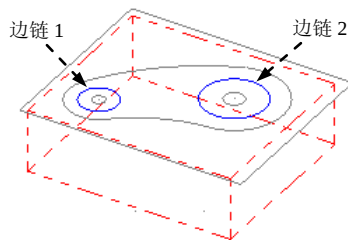

图 4.8.30 定义区域
Step1. 选择下拉菜单  刀路(T)   平面铣(A)... 命令，系统弹出“串连”对话框。
Step2. 设置加工区域。在图形区中依次选择图 4.8.30 所示的两条边链，单击 按钮，完成加工区域的设置，系统弹出“2D 刀路-平面铣削”对话框。